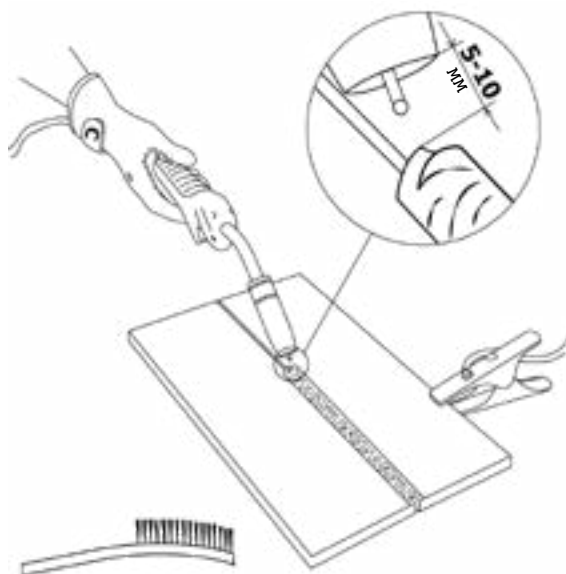

Рис. 7.3. Перед началом работы.
4. Начинаяте сварочный процесс (См. рис. 7.3).
Перед началом работы не забудьте проверить следующее (См. рис. 7.3):